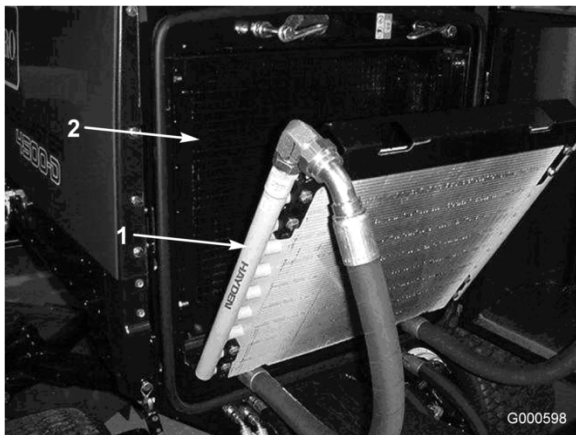

Figure 50
3. Basculez le refroidisseur d'huile en arrière. Nettoyez soigneusement les deux côtés du refroidisseur et la surface autour du radiateur (Figure 50) à l'air comprimé.